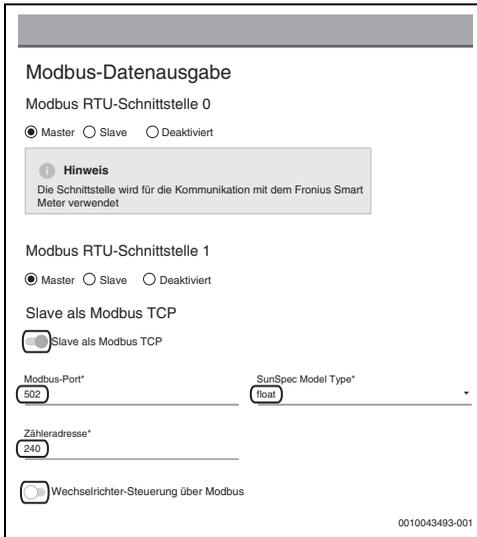

Bild 6 Modbus-Einstellungen auf der Fronius Gen24 Plus-Weboberfläche
5. Im Reiter links auf **Modbus** klicken (→ Bild 6).
- Bei Fronius Gen24 Plus befinden sich die Modbus-Einstellungen im Reiter **Kommunikation** (→ Bild 6).
6. Sicherstellen, dass im Bereich **Modbus** folgende Einstellungen vorgenommen wurden (→ Bild 6):